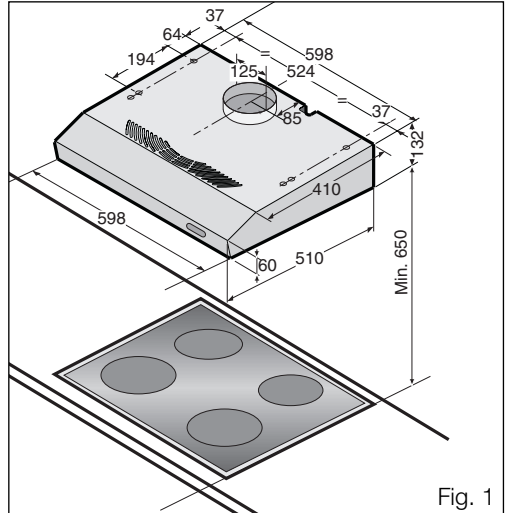
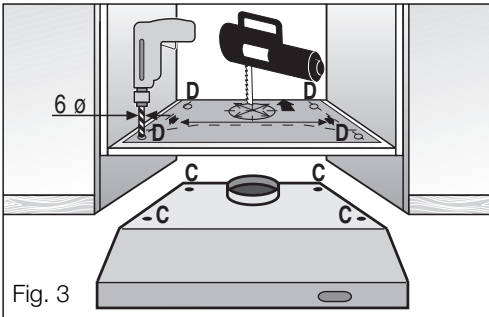
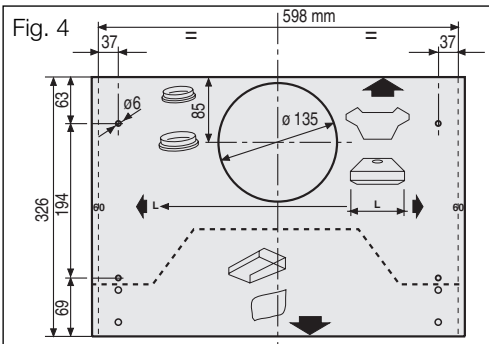

Fig. 1
Fig. 3
Fig. 4
- ❑ Efectuar o furo no fundo do pênsil baseando-se nos pontos de fixação **C** do exaustor, fig. 1 e 3) ou utilizar o esquema, fig. 4, apropriado eventualmente fornecido com o aparelho, a margem com a flecha deve coincidir com a margem posterior do pênsil e o agujero deve quedar na parte traseira, fig. 3.
- ❑ Efectuar também um furo no fundo e no tecto do pênsil para a passagem do tubo de evacuação (seria oportuno que o diâmetro deste furo seja 10 mm maior que o diâmetro do tubo de evacuação utilizado). fig. 3.
- ❑ Introduzir por dentro do pênsil os 4 parafusos **D**, fornecidos com o aparelho e atarraxá-los nos furos apropriados, fig. 3.